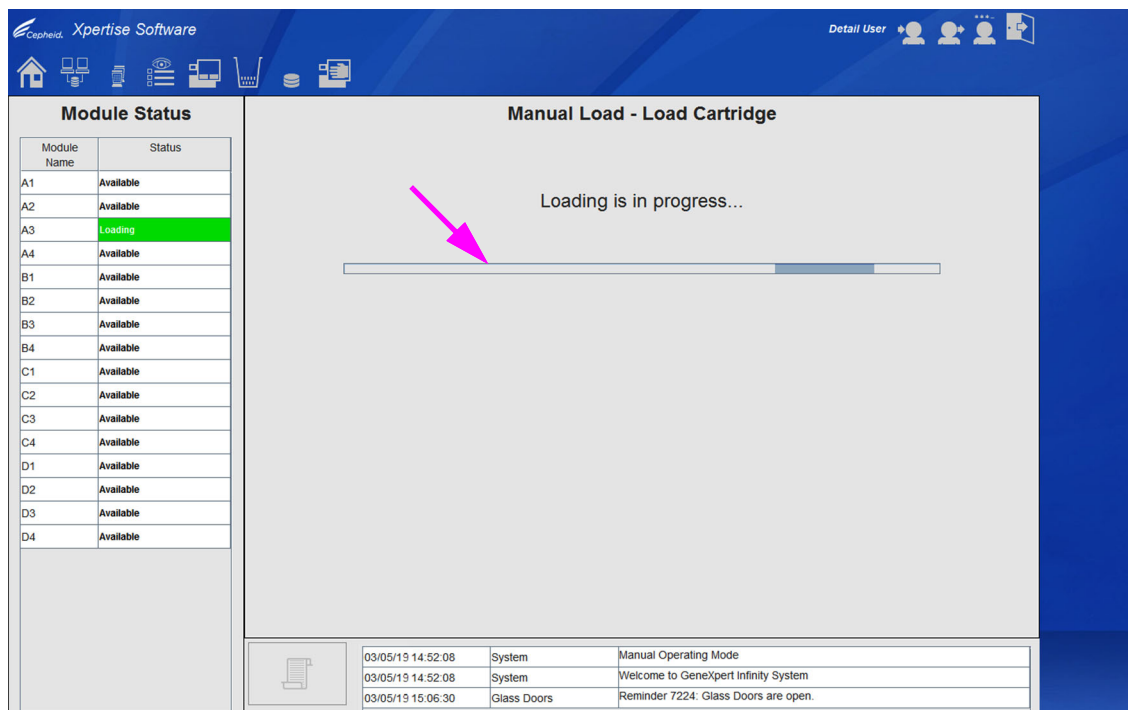

図 5-112. 手動装填 – カートリッジの装填ワークスペース、装填進行状況バーを表示
13. カートリッジの装填してモジュールドアを閉じると、手動装填 - カートリッジの装填 (Manual Load - Load Cartridge) ワークスペースに進行状況バーが表示されます。図 5-112 を参照。